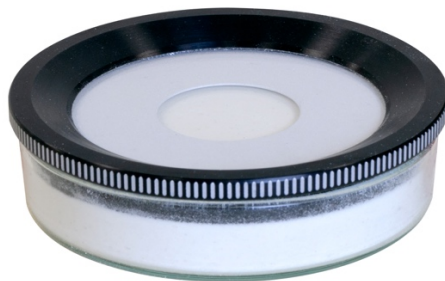

Рисунок 9.4. Чашка с крышкой
2. Полностью вдавить крышку-отражатель в поверхность муки (Рис.9.4)